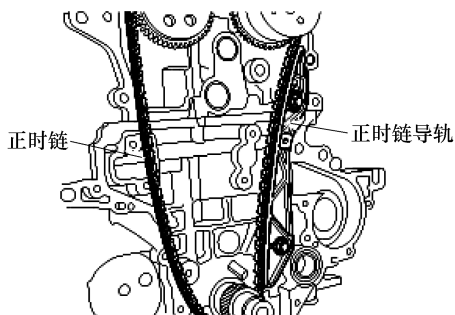

图 9-20 安装正时链导轨
① 此刻检查曲轴的定位销是否朝向发动机上方。
② 安装正时链导轨, 如图 9-20 所示。